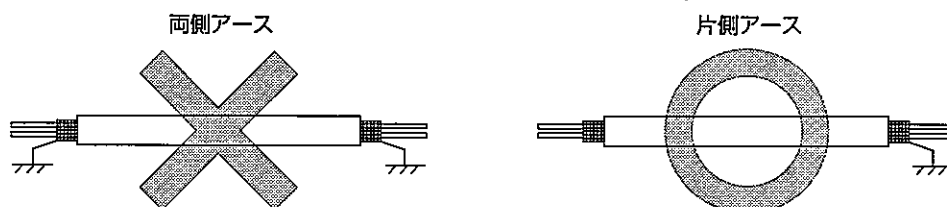

図1. 圧着端子
- 端子台への結線は、M3.5 用の圧着端子を使用してください。（図 1. 参照）